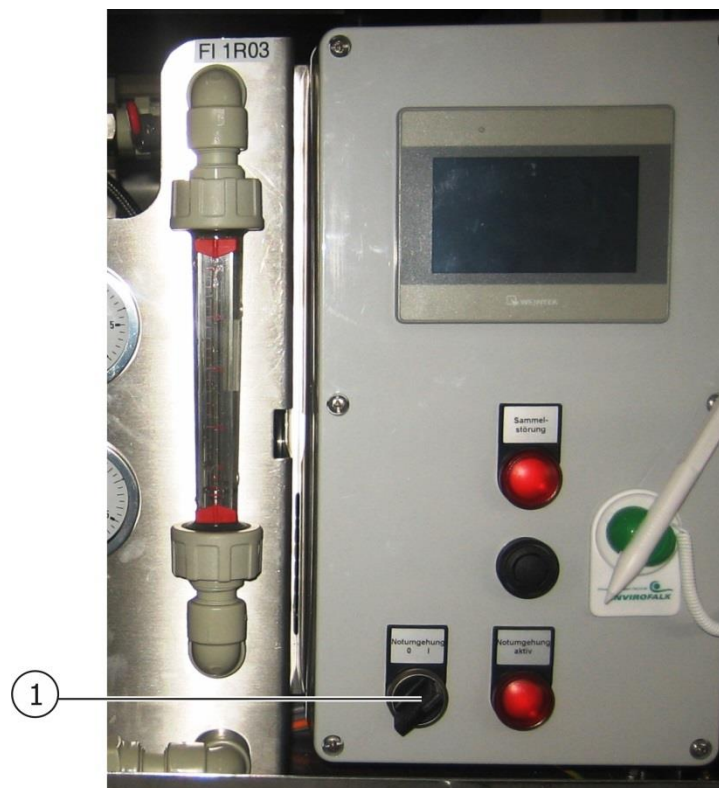

Abb. 7: Schalter Notumgehung
- Schalten Sie den Schalter „Notumgehung“ (Abb. 7:, Pos. 1) ein.
- Schalten Sie den Schalter „Notumgehung“ (Abb. 7:, Pos. 1) aus